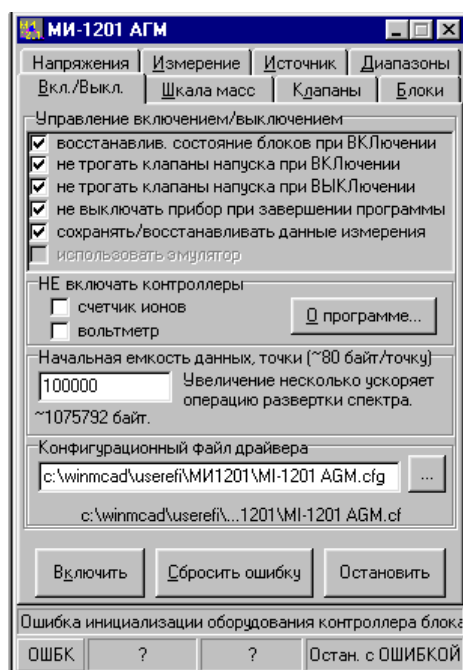

Рис. 3.2. Ошибка при включении
3. В случае возникновения ошибки в подготовке оборудования масс-спектрометра при включении (или при работе с программой) главное окно изменится (рис. 3.2). В этом случае следует нажать кнопку «Сбросить ошибку» и повторить попытку включения (см. п. 2). Развернутую информацию об ошибке можно получить, щелкнув по «ОШБК» в левом нижнем углу окна.